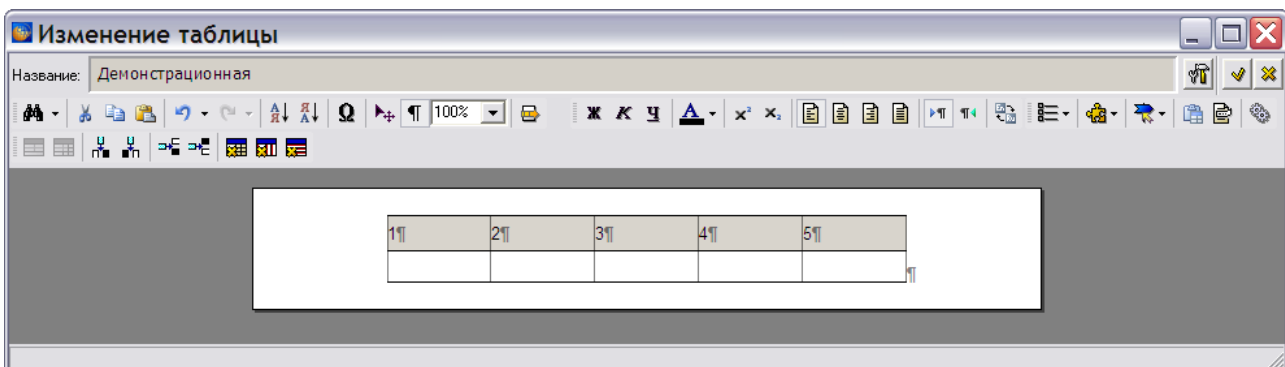

Рис. 7.54
2. Выберите из контекстного меню команду **Открыть**. После этого откроется диалоговое окно **Изменение таблицы** (Рис. 7.54).